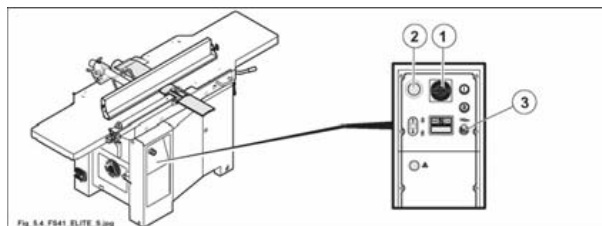

Fig. 5.4
- Assicurarsi che le emergenze (2 fig. 5.4) siano sganciate altrimenti sbloccarle ruotandole nel senso della freccia.
- Che il selettore di sblocco freno (3 fig. 5.4) sia ruotato sulla posizione  (lampada spia spenta).
- L'interruttore generale (1 fig. 5.4) sia ruotato in posizione I (ON).